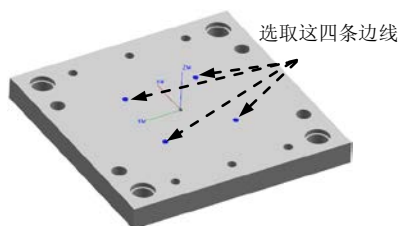
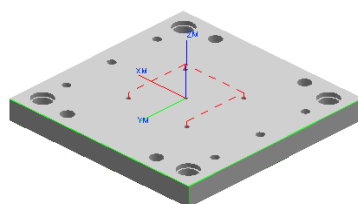

图 6.7.12 指定孔位置
图 6.7.13 刀路轨迹
(1) 双击 Step3 改名的 DRILLING_D9 节点，系统弹出“钻”对话框。
(2) 在“钻”对话框中单击 指定孔 右侧的 按钮，系统弹出“点到点几何体”对话框，单击 选择 按钮，系统消息区出现提示“省略现有点吗？”，此时在系统弹出的对话框中单击 是 按钮，系统弹出“点位选择”对话框。
(3) 在图形区中选取图 6.7.12 所示的四个孔的边线，单击“点位选择”对话框中 确定 按钮，被选择的四个孔被自动编号。
(4) 单击“点到点几何体”对话框中的 确定 按钮，返回“钻”对话框。
(5) 在“钻”对话框 刀具 区域的 刀具 下拉列表中选择前面创建的 2 号刀具 D9 (Drilling Tool)。
Step5. 单击“生成”按钮 ，生成的刀路轨迹如图 6.7.13 所示。